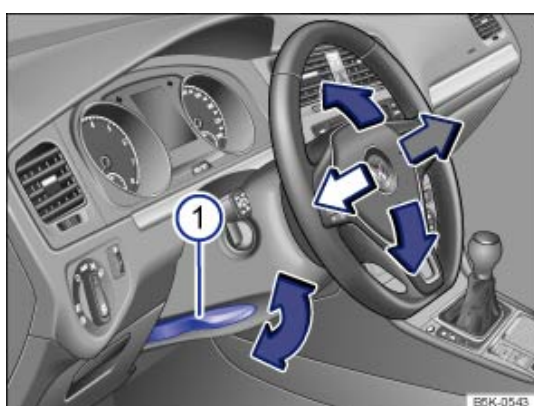

Fig. 51 Réglage mécanique de la position du volant de direction.
- Faites pivoter le levier → *Fig. 51* vers le bas.
- Une fois le réglage effectué, bloquez systématiquement le levier → *Fig. 51* en le faisant pivoter vers le haut afin que le volant de direction ne change pas de position de manière inopinée pendant la marche du véhicule.